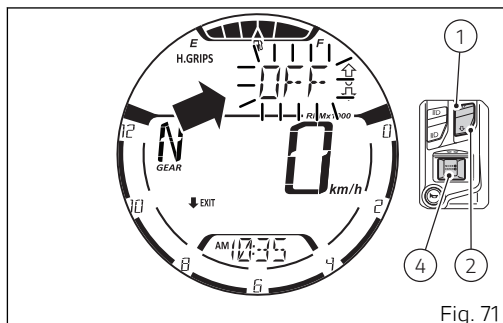

Fig. 71
El nivel se puede programar presionando el pulsador (4). El salpicadero entra en el procedimiento de configuración del nivel de los puños calefactados, haciendo parpadear el nivel actual y visualizando la indicación "EXIT" con adelante la flecha negra dirigida hacia abajo (Fig. 71).